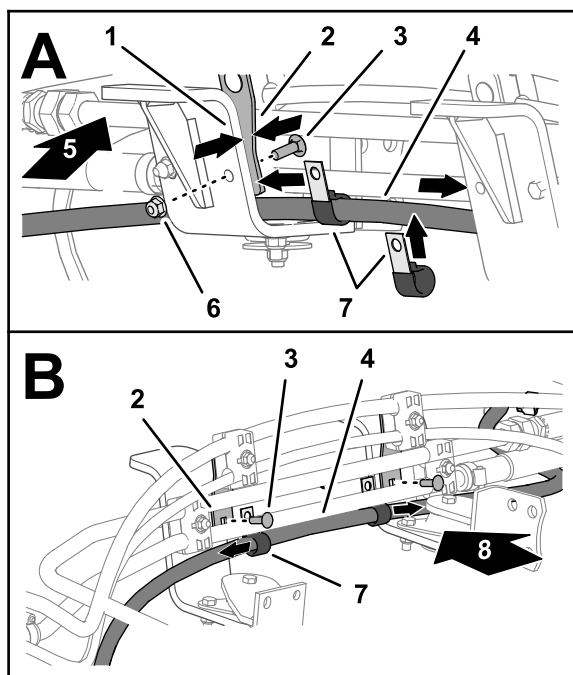
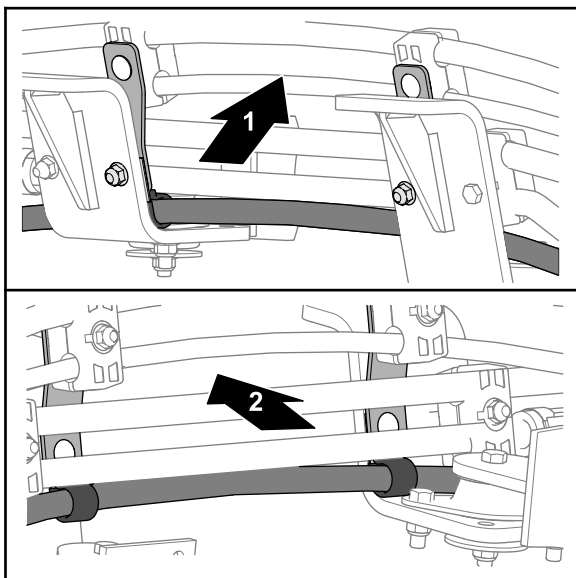

Figura 128
Figura 129
- Monte las 2 abrazaderas en P en la manguera como se muestra en la Figura 128.
- Alinee las 2 abrazaderas en P entre las placas de montaje de las abrazaderas y los soportes de montaje del motor (Figura 128).
- Sujete las placas de montaje de las abrazaderas y las abrazaderas en P a los soportes de montaje del motor (Figura 128 y Figura 129) con los 2 pernos de cuello cuadrado (5/16" × 1") y 2 contratuerca con arandela prensada (5/16").
- Enrute la manguera de retorno del depósito de 6 × 2819 mm (orificio EF de la válvula de dirección EHI) por la parte superior de los soportes de montaje derechos del motor (Figura 128).